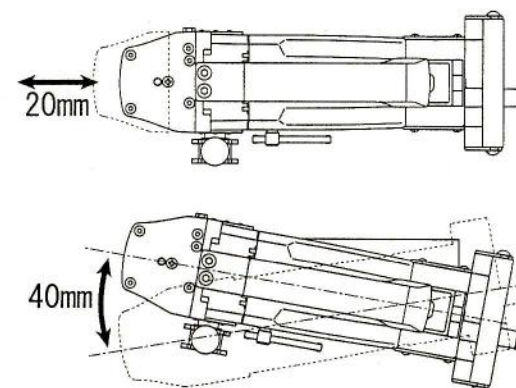

図8
- (2)本体上部はフリーの状態ですら左右に40mm、前後に20mmスライドします。(図8)